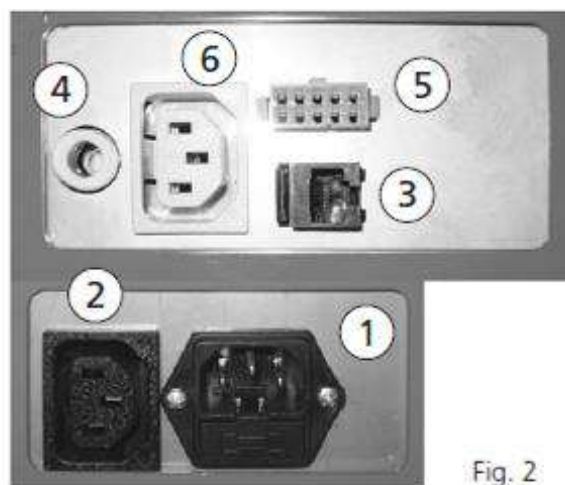

Fig. 2
1. Anslut modularkabeln (2223) mellan brännarens ingång för temperatursensor (3 Fig.2) och kortets modularkontakt märkt "IN" (1).
2. Anslut givaren (1454), placerad på i ett dyrör eller högt upp på pannkroppen, till kortets modularkontakt märkt "Temp 1" (2).
3. Kontrollpanelen skall anslutas i kontakt märkt "Com 1" (7) eller "Com 2" (6) och monteras separat med väggfästet på valfri plats.
4. Om "Acc tank" är aktiverad i brännarmenyn skall en givare (1454) placerad vid ackumulatortankens topp anslutas till kortets modularkontakt märkt "Temp 1" (2) samt en givare (1454) placerad vid ackumulatortankens botten anslutas till kortets modularkontakt märkt "Temp 2" (3).
5. Om man vill styra brännaren med en extern termostat/brytare skall dess potentialfria kontakt ersätta bygeln (5) på plintarna märkta "Temp 1 input" (A) och "Temp 1 return" (B). Då denna krets bryts gör brännaren en nedsläckning och väntar på att kretsen sluts och att panntemperaturen understiger inställd starttemperatur (Topp).